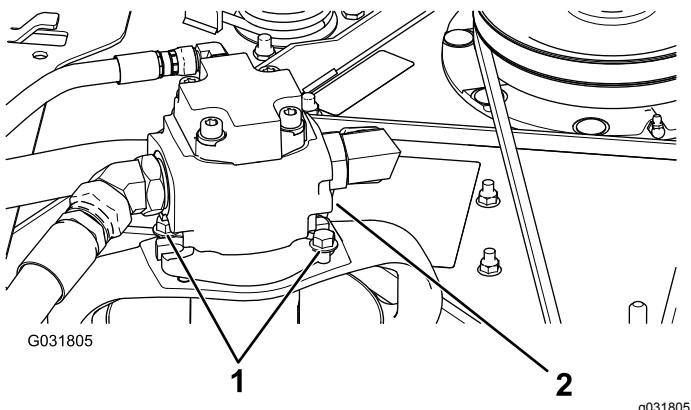

Figure 115
- Enlevez les boulons qui fixent le moteur hydraulique au plateau de coupe (Figure 115).